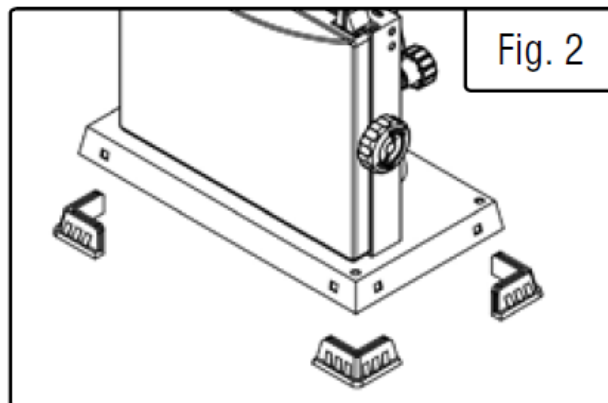

Рис. 2
1. Прикрепите четыре опоры к основанию ленточнопильного станка (Рис. 2).